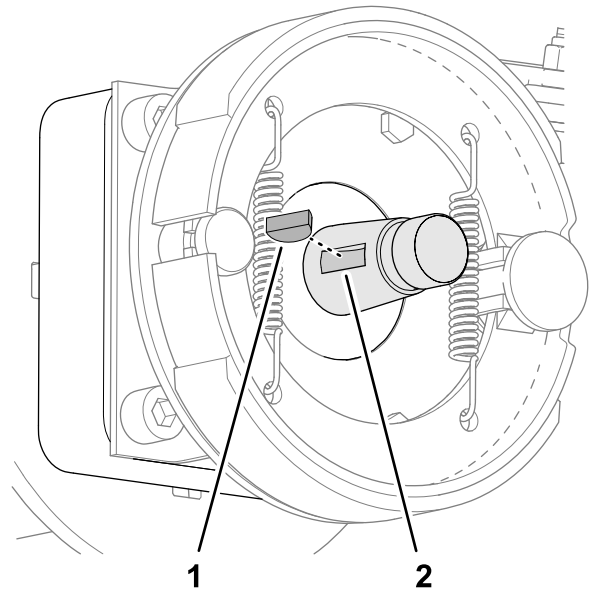

Figure 71
2. Insérez la clavette demi-lune dans la rainure de l'arbre du moteur de roue (Figure 71).